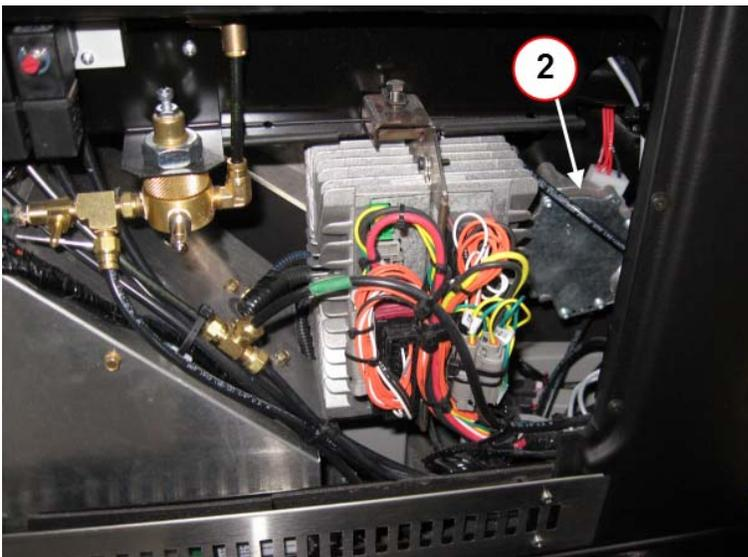

FIGURE 6
4. Localiser le moteur d'essuie-glace (item 2, figure 6).